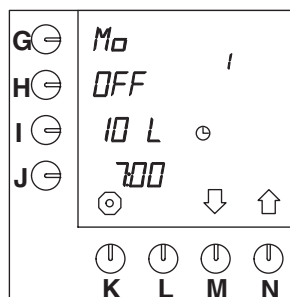

Fig. 12 Paramètre pré-programmé de démarrage par défaut
- Ensuite, la programmation du premier paramètre de démarrage suivante s'affiche sur l'écran de contrôle (fig.12).
- Après cela, le paramètre du premier programme de démarrage automatique s'affiche sur l'écran de contrôle (fig.12 ).